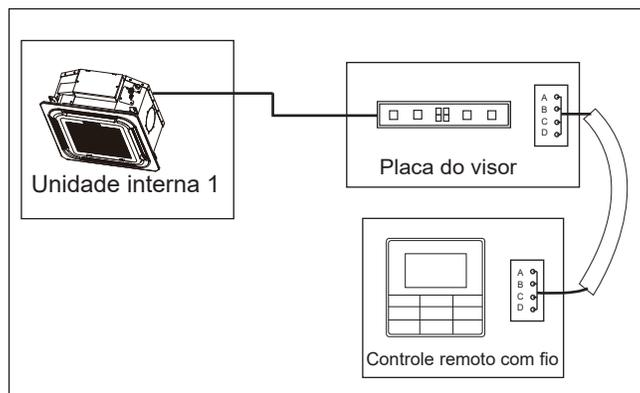

Figura 43
- Use um controlador com fio para controlar uma unidade interna (consulte a Figura 43).